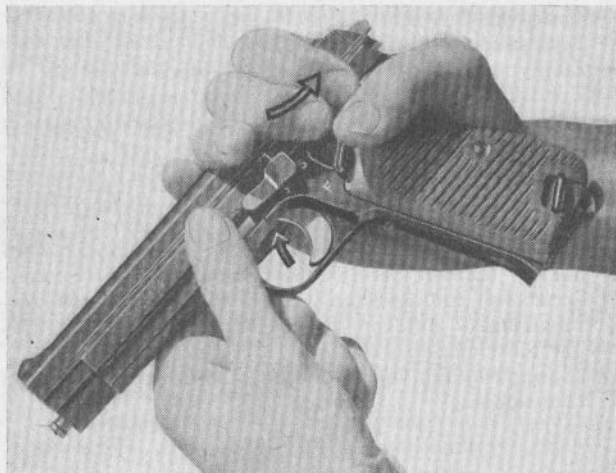

Fig. 4
Mit der rechten Hand Pistole gemäss Fig. 4 umfassen, den beweglichen Teil zurückziehen und gleichzeitig mit dem Zeigefinger der linken Hand den Verschlusshalter von rechts her unter Druck setzen. Nach ca. 5 mm Weg verschiebt sich der Verschlusshalter nach links und kann vollständig herausgenommen werden. Verschlussstück mit Lauf und Schließfeder hierauf nach vorne herausziehen.
- Verschlusshalter einsetzen bis zum Anschlag; hierauf mit der rechten Hand (Griff siehe Fig. 4) den beweglichen Teil zurückziehen und gleichzeitig auf den Verschlusshalter drücken bis dieser vollständig und hörbar einschnappt.